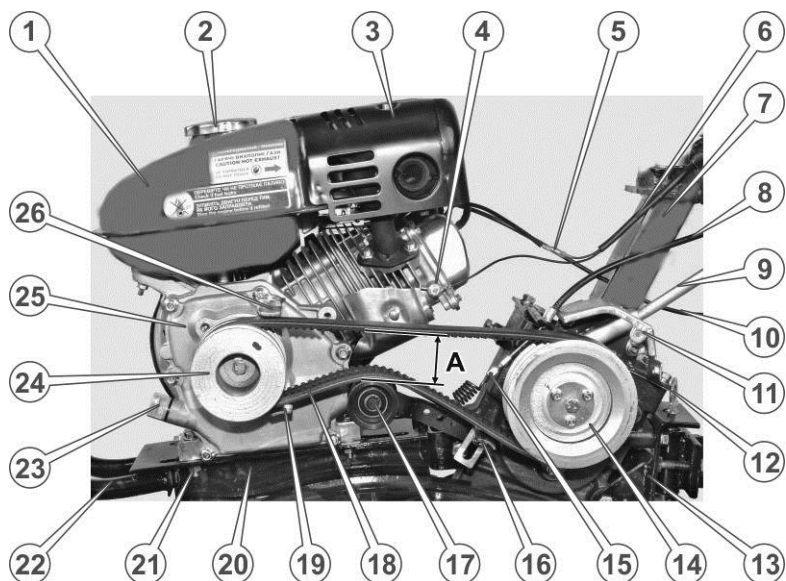

Рисунок 8. – Вид без кожуха ремівної передачі
9. Дістати з меншої пакувальної коробки зібраний двигун мотоблока, оглянути його з метою виявлення можливих механічних пошкоджень. Встановити двигун на раму мотоблока (див. рисунок 8.) та закріпити болтами, які передбачені в комплекті кріпильних виробів.
21. У разі необхідності – відрегулювати положення притискного ролика таким чином, щоб за умови відпущеного зчеплення паси вільно провисали, але не спадали зі шківів. Якщо зчеплення затиснуте, повинен забезпечуватися щільний, без прослизання, контакт пасів зі шківками, за цих обставин відстань між нижньою та верхньою гілками пасів повинна становити 60-65 мм (див. розмір «А» на рисунок 8.)